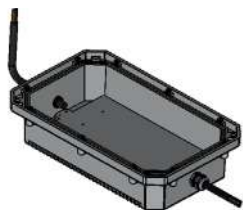

Figura 07
- Retire aproximadamente 6 mm da isolamento de cada um dos 3 fios (L1, L2, Terra) e insira os condutores no conector de conexão rápida como mostra a figura 07. Verifique se os fios estão bem conectados e a isolamento dos fios estão dentro dos conectores.